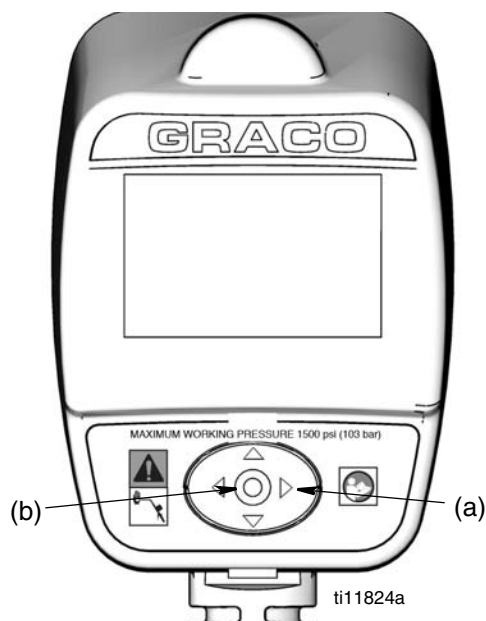
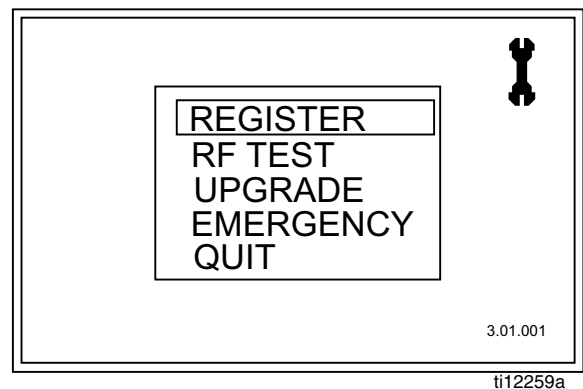

ABB. 3
ABB. 4
## Hauptdienstprogramm-Setup-Ansichten (ABB. 4)
1. Wenn Sie sich in einer Abgabeansicht befinden, halten Sie zunächst den RECHTS-PFEIL (a) für einige Sekunden gedrückt, um die Hauptdienstprogramm-Ansicht aufzurufen (ABB. 3).
2. Halten Sie dann gleichzeitig auch die EINGABE-Taste in der Mitte (b) gedrückt (ABB. 3). Halten Sie beide Tasten gedrückt, bis die Hauptdienstprogramm-Ansicht erscheint, die in ABB. 4 gezeigt ist.